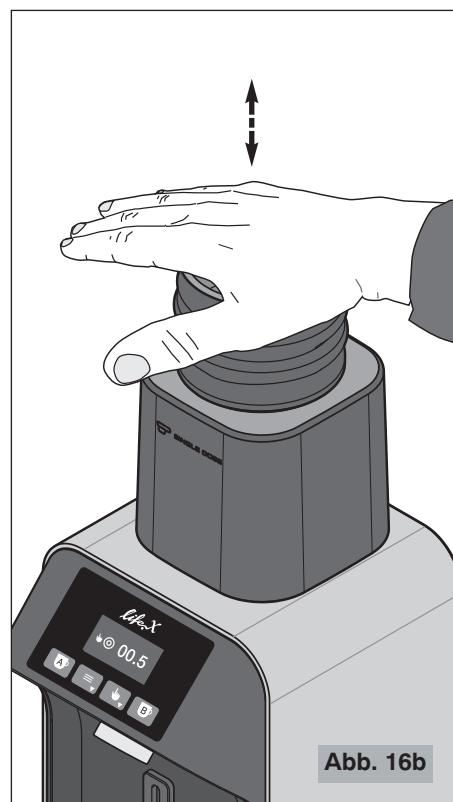

Abb. 16b
- 7** Bei laufendem Motor und nachdem alle Kaffeebohnen gemahlen wurden, mit der Handfläche leicht auf den Faltenbalg (16 Abb. 3) schlagen; darauf achten, dass die Öffnung vollständig bedeckt ist (siehe Abb. 16b), damit der gemahlene Kaffee herunterfallen kann.